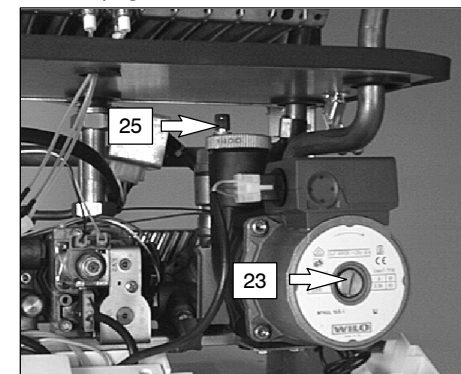

fig. 6.3
- 7 Allentare il tappo della valvola di sfiato automatico (25 in fig. 6.3).
- 11 Togliere il tappo 23 in fig. 6.3 e sbloccare la pompa ruotando il rotore con un cacciavite. Durante questa operazione sfiatare la pompa.